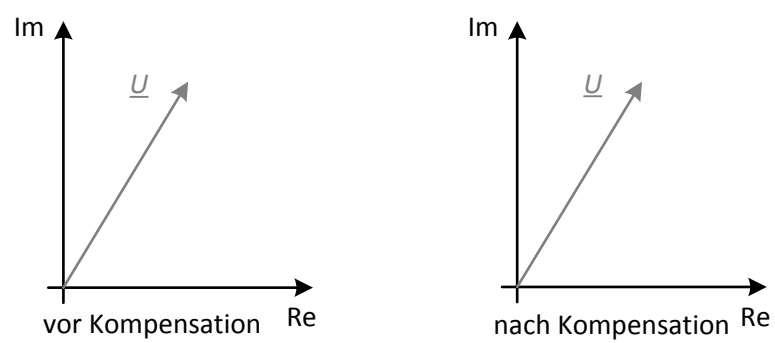

Abbildung 7.2: Zeigerdiagramm
7. Zeichnen Sie das Zeigerdiagramm für die komplexen Effektivwertzeiger der Ströme (auch in Blind- und Wirkstrom aufgeteilt) vor und nach der Kompensation in das jeweilige untere Zeigerdiagramm (Abbildung 7.2) ein.